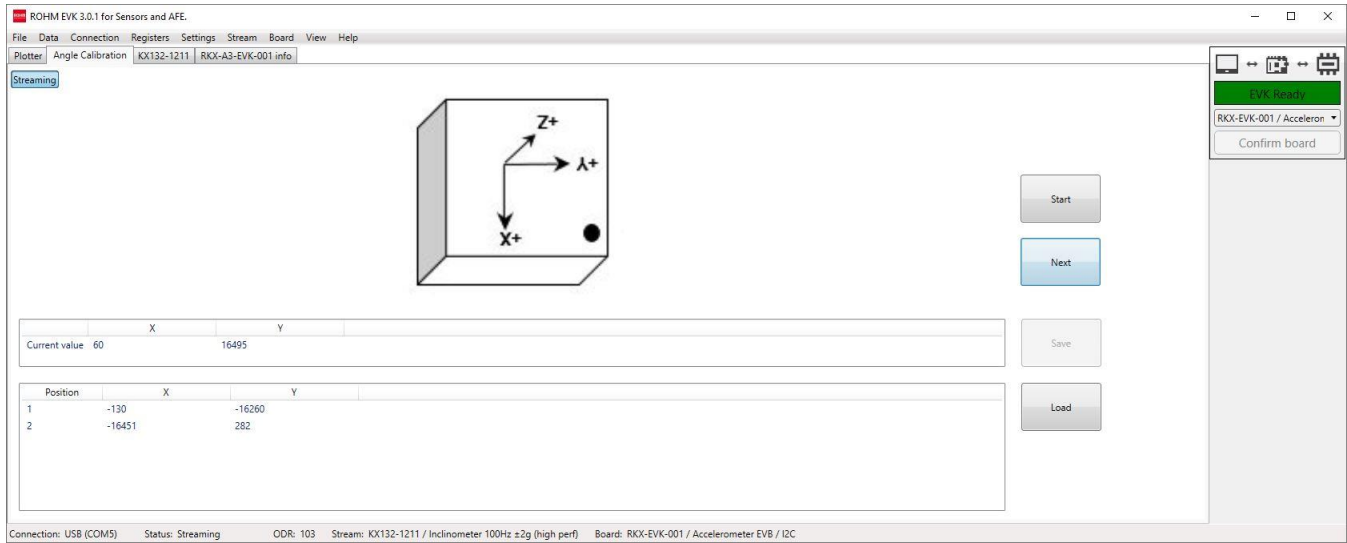

Figure 62. Angle Calibration、ポジション 3
3. Next をクリックし、デバイスを 3 番目の位置まで回転させて静止させます (Figure 62)。